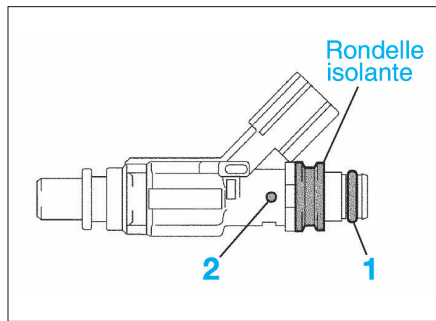

FIG. 58
- remplacer le joint torique (1) et l'enduire d'une légère couche d'huile ou d'essence (fig. 58).
Identification des injecteurs (fig. 58)